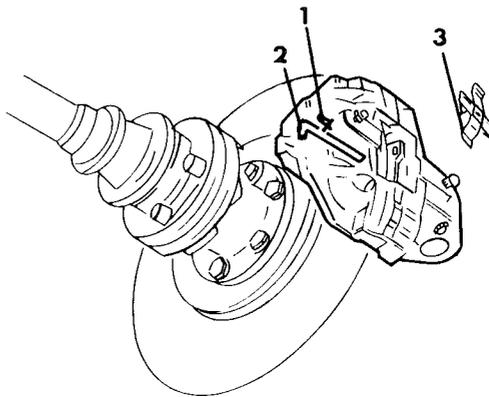

Bild 188
- Die Haltestifte der Bremsklötze mit einem kleinen Schaftdorn ausschlagen und die Spreizfeder abnehmen, sobald einer der Stifte herausgezogen ist. Bild 188 zeigt die Befestigungsteile, die bis zu diesem Arbeitsgang ausgebaut wurden.